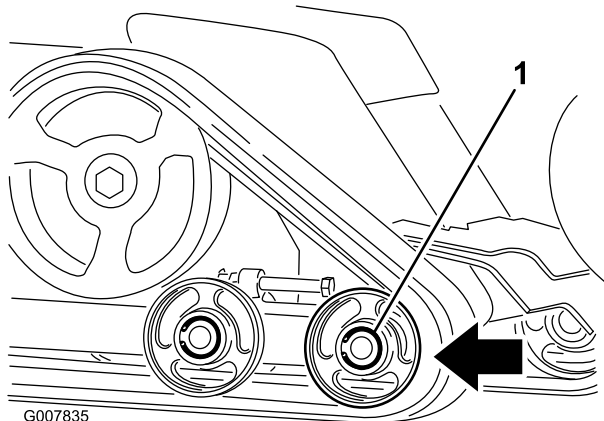

図 61
6. 前ロードホイールを機体後方に向けて押して一杯まで移動させる 図 61。
8. ロードホイールからベルトが外れたら、機体から取り出す 図 61。
9. 駆動ホイールからスタートして、新しいクローラをホイールに巻きつけるようにして取り付けるクローラについている爪がホイールの溝にはまるように取り付けること 図 61。
10. 後ロードホイールと中央ロードホイールの下と間にクローラを押し込むようにして取り付ける 図 61。